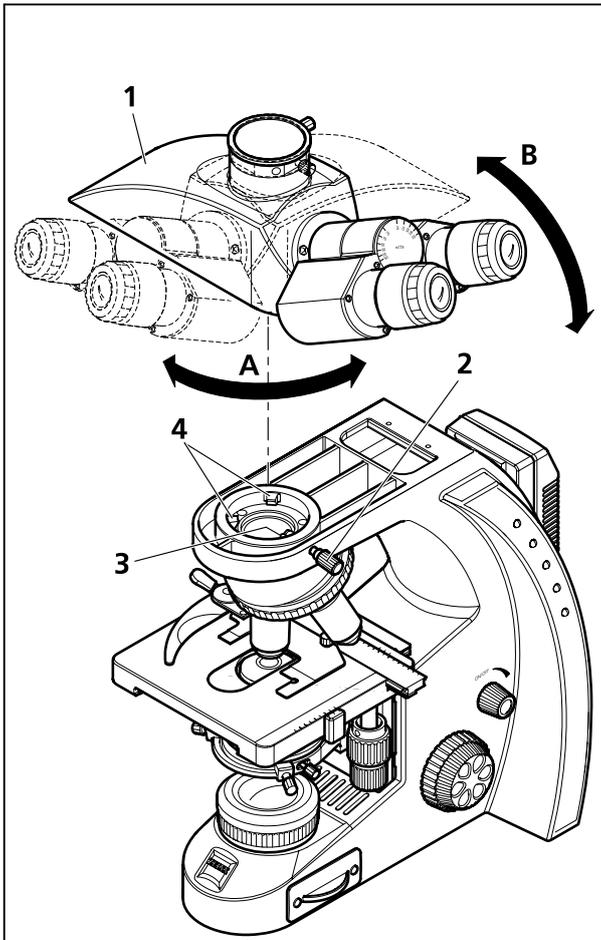

Рисунок 11 Смена тубусной насадки
- Ослабить зажимный винт (Рисунок 11/2). Повернуть тубусную насадку (Рисунок 11/1) приблизительно на 90° по часовой стрелке (Рисунок 11/A), слегка наклонить и снять её вверх уже в повернутом (правом) положении (Рисунок 11/B).
- Для монтажа тубусную насадку (окуляры должны показывать вправо) слегка наклонить и вставить насадку в штатив так, чтобы её кольцевая направляющая типа ласточкина хвоста заходила в оба посадочных места (Рисунок 11/4).
- Насадить тубус на штатив уже в горизонтальном положении. При этом вырез на нижней стороне тубусной насадки должен располагаться над третьим посадочным местом (Рисунок 11/3) штатива.
- Повернуть тубусную насадку на 45° против часовой стрелки (окуляры обращены вперед). Выставить тубусную насадку относительно края штатива и затянуть зажимный винт (Рисунок 11/2).